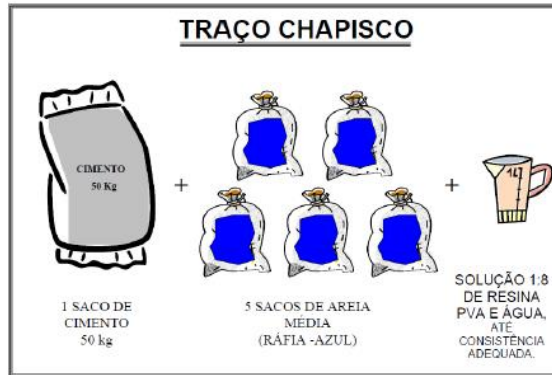

Figura 4 – Placa de traço do chapisco
- Fixar a tabela com o traço ao lado da central de mistura (figura 4);